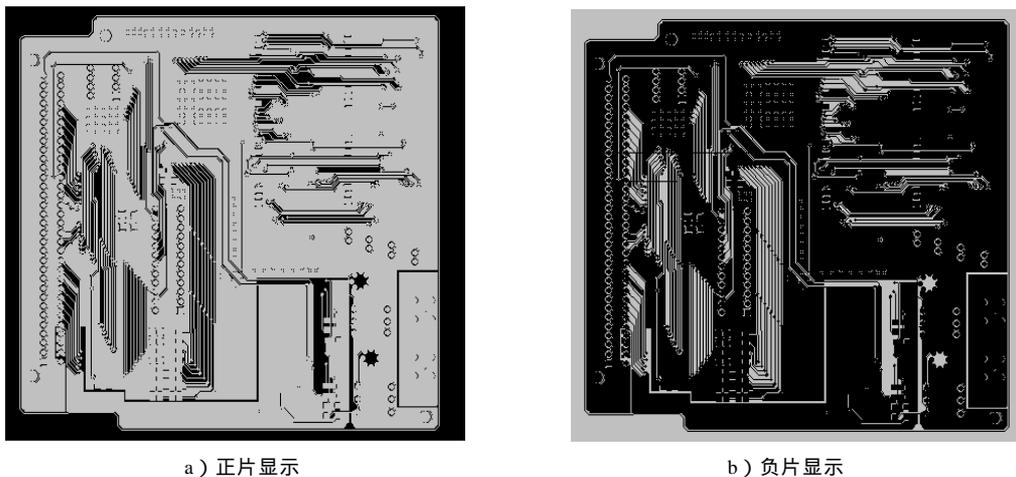

图 17-21 正、负片显示
(9) N 切换当前层的正、负片显示,如图 17-21 所示。